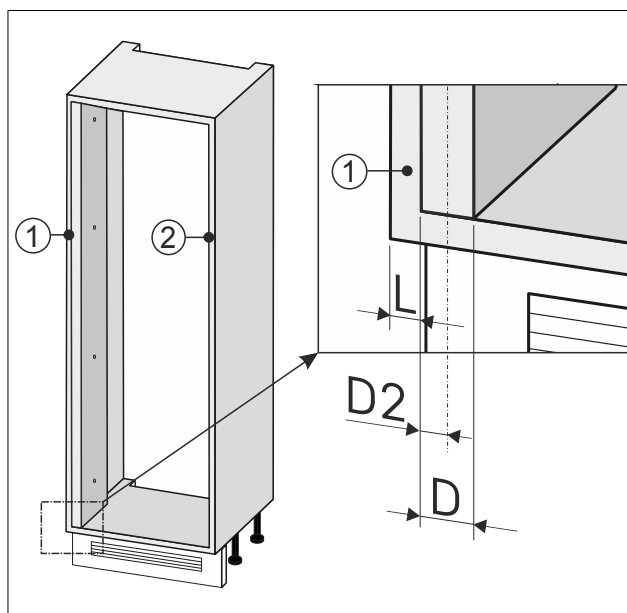

Fig. 91
- Notera halva bredden Fig. 91 (D2) på väggtjämnings.